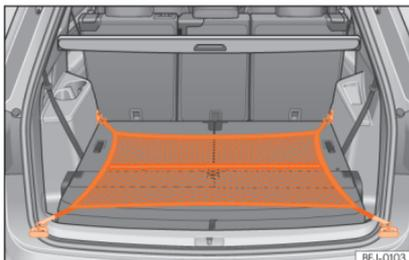

Fig. 128 Na bagageira: saco de rede fixado rente ao piso.
- Fixe os ganchos da rede nas argolas de fixação »» **Fig. 128** »» ⚠. O fecho de correr do saco deve ficar voltado para cima.